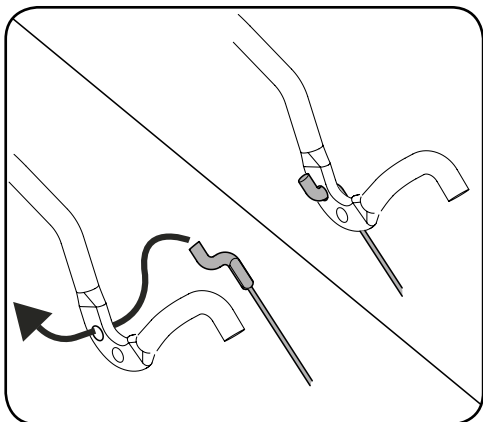

Рисунок 7-6
4. Теперь трос регулятора привода имеет достаточное провисание, чтобы можно было взяться за z-образный фитинг и переместить его из переднего в заднее отверстие регулятора. См. рисунок 7-6.